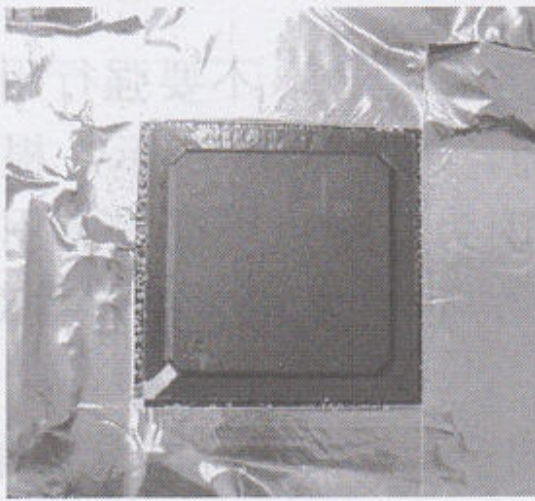

图 6-29
(1) 在取芯片之前，第一步要做的就是 在芯片的周围贴上隔热用的铝箔纸，贴它的第一个目的是防止周围其他元器件被高温烤坏，特别是周围如果有塑料元件的话更要贴；第二个目的是可以防止周围的小元件不被高温的热风吹飞，需要注意的是，贴纸要选择质量好一点的，一般厚一点的会比较好，如果贴的太薄则达不到预期的效果，如果买到了质量不好的贴纸，可以多贴几层用来改善其效果。另外还需要注意的是贴纸离芯片要有 1mm 的距离，不要贴的太近，其目的是在锡球完全融化后，我们要用轻推芯片方法来判断是否融化，如果贴纸离芯片太近，则无法进行推桥工作，如图 6-29 所示。